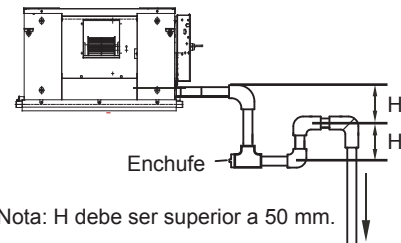

Figura 5.3 Esquema del codo de almacenamiento de agua
- (1) Para un conducto de descarga de agua conectado a la bandeja de drenaje principal en la unidad interior, la tubería de descarga de agua debe incluir un codo de almacenamiento de agua para evitar que la presión de carga se acumule y provoque un drenaje deficiente, fugas de agua o descarga de agua. del conducto de salida de aire cuando la unidad interior está funcionando.
- (2) En un escenario en el que la unidad interior funciona continuamente durante períodos prolongados (48 horas o más), operaciones continuas, o donde la humedad relativa del aire es del 85% o más, conecte la tubería de descarga de agua de la bandeja de drenaje secundaria a la tubería principal de descarga de agua y luego instale el codo de almacenamiento de agua. Instale el codo de almacenamiento de agua como se muestra en la Figura 5.3. Instálelo de tal manera que sea fácil de limpiar.